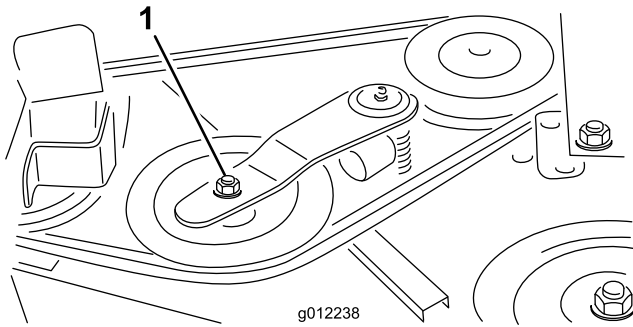
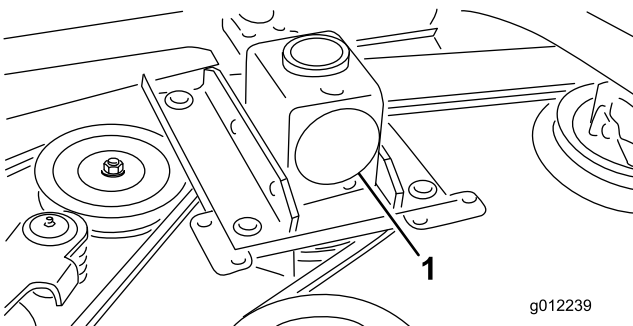

Figure 35
Figure 36
2. À l'aide d'une clé dynamométrique ou d'un outil similaire, éloignez la poulie de tension (Figure 35) de la courroie d'entraînement pour détendre cette dernière et pouvoir la déchausser de la poulie du réducteur (Figure 36).